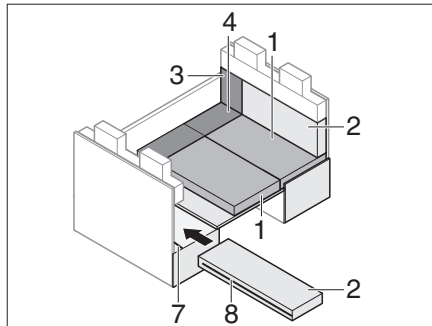

Fig. 198 Pendant la transformation
- Ouvrir la fermeture éclair (Fig. 198,8) du coussin de dossier.
- Glisser la fente du coussin de dossier sur la traverse ISOFIX (Fig. 198,7).